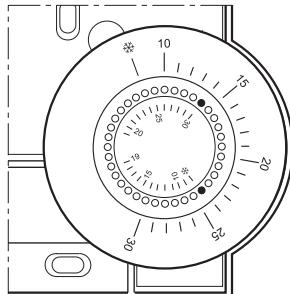

Abb. 16: Verstellbereich begrenzen
- Setzen Sie die beiden kleinen Stifte in die Löcher des Stellrads, um den Verstellbereich zu begrenzen (siehe Abb. 16). In Abb. 16 sind die Stifte so eingesetzt, dass das Stellrad nur im Bereich von 19 °C bis zum Frostschutz * (unterer Grenzwert) und 19 °C bis 30 °C (oberer Grenzwert) um den Wert 19 °C herum verstellt werden kann.